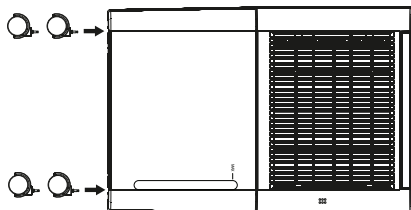

Bild 1
- ◆ Tryck in hjulen 6 i de fyra hålen på produktens undersida tills de sitter på plats (se bild 1).